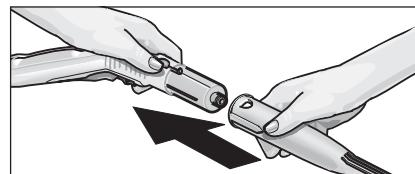

Fig. 2: Sette tilbehøret inn på dampistolten
- Koble ønsket tilbehør (D1,E1,F1) til dampistolten (C1). Sett den rørformede enden på tilbehörsdelen på dampistolten (C1). Skyv deretter tilbehörsdelen inn på dampistolten til åpneknappen (C2) på dampistolten klikker på plass (se fig. 2).